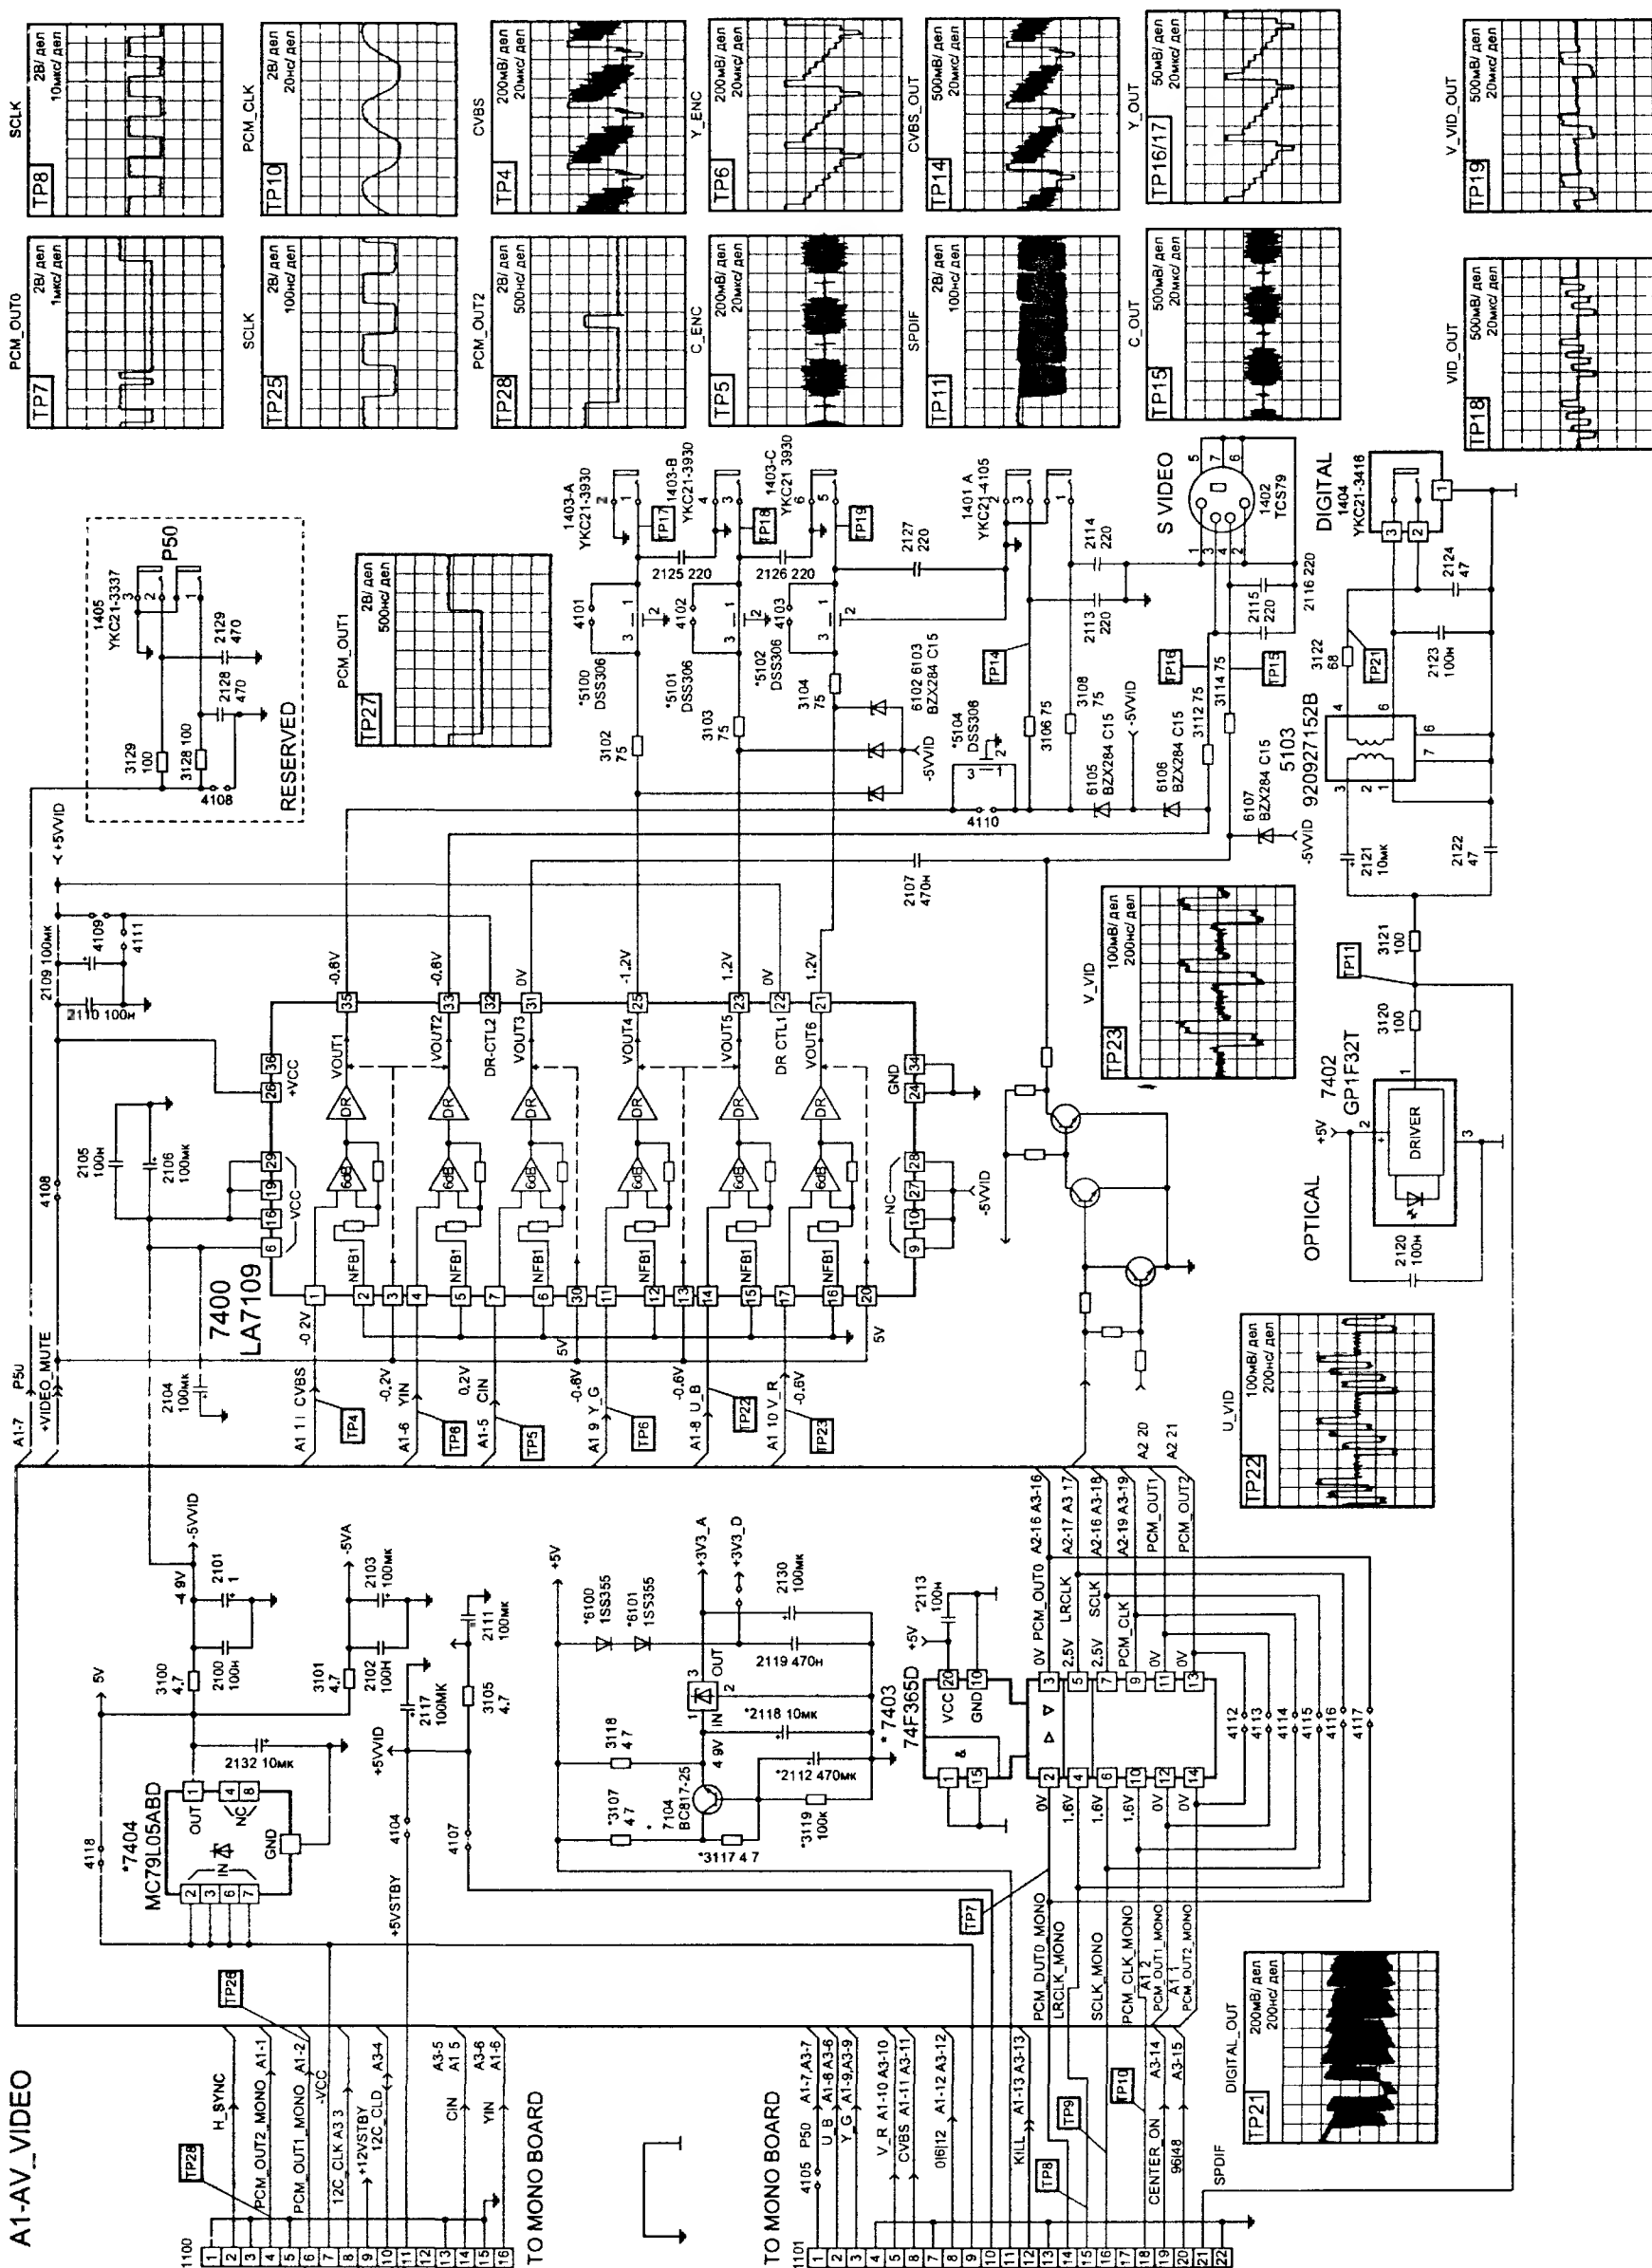

Рис. 5.10. Принципиальная схема узла A1 AV_VIDEO
- A1 AV_VIDEO (рис. 5.10);
На узел A1 AV_VIDEO через разъемы 1100 и 1101 (см. рис. 5.10) поступают шесть видеосигналов: